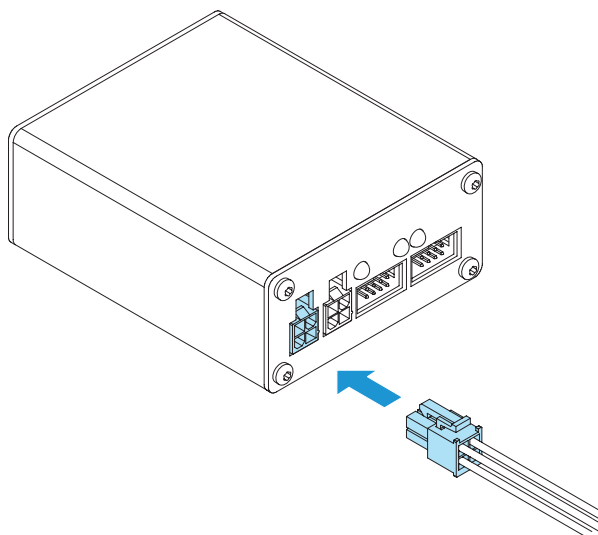

Рисунок 2.
- 4 Подключить кабель для работы с сервоприводом (рис. 2);